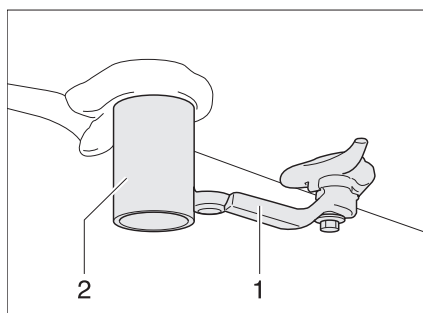

Fig. 148 Bec d'écoulement des eaux usées et robinet de vidange
- Placer un récipient approprié sous le bec d'écoulement d'eau (Fig. 148,2) ou le véhicule avec le bec d'écoulement au-dessus d'un point d'élimination spécialement prévu à cet effet.
- Ouvrir le robinet de vidange (Fig. 148,1). Les eaux usées s'écoulent.